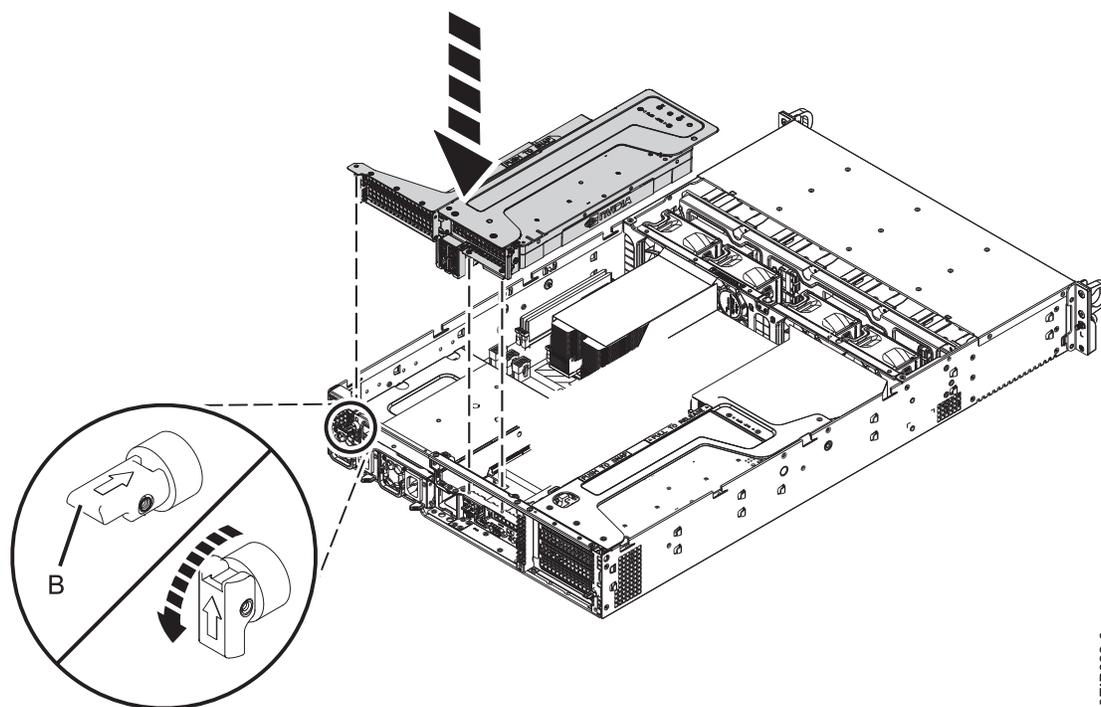

図 30. PCIe ライザーの再取り付け
7. PCIe ライザーを再取り付けします (図 30 を参照)。